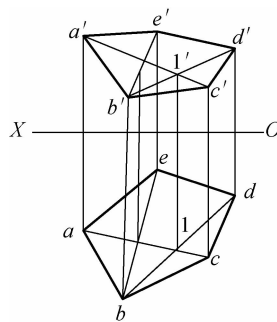

图 3
1. 【参考答案】绘制的图形如图 3 所示。参考作图步骤如下。